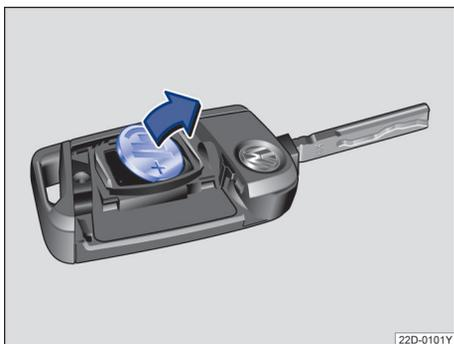

图 45 汽车钥匙：取出旧电池
- 用一合适的扁平器具从电池盒里撬出电池→图 45。
- 安放新电池，然后沿→图 45 箭头相反方向将其推入电池盒内。